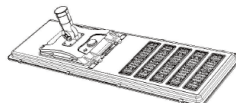

Figura 4
4. Utilice una llave hexagonal de 10mm para apretar el tornillo de ajuste del ángulo. (Figura 4)